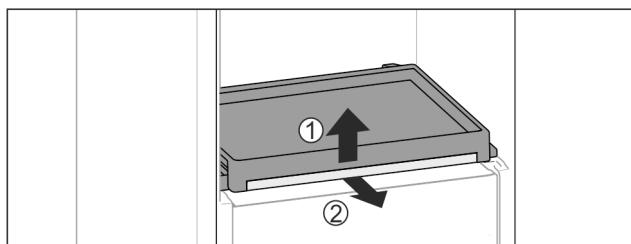

Fig. 42
- Втягніть витяжну панель зі скляною полицею: Підніміть трохи скляну полицю спереду Fig. 42 (1) та витягніть вперед Fig. 42 (2).